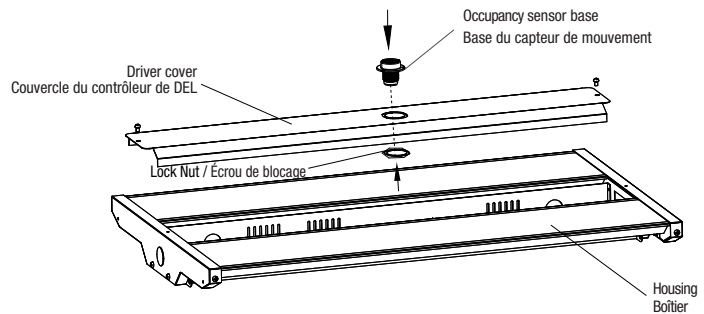

Fig. 2
- NOTE:** Pour la version de montage avec conduit, enlever en premier lieu les supports de fixation latéraux et le support de fixation central en dévissant les deux vis et les quatre boulons, débrancher le câble d'alimentation extérieur et mettre de côté le luminaire (Fig. 2).
3. Install the occupancy sensor base on the driver cover by using the provided lock nut (Fig. 2).
3. Installer la base du capteur de mouvement sur le couvercle du contrôleur de DEL en utilisant l'écrou de blocage fourni (Fig. 2).